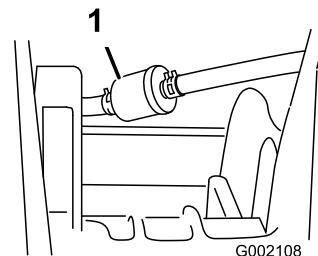

Figure 37
- Enlevez les fixations du filtre à carburant sur les conduites d'alimentation (Figure 37).